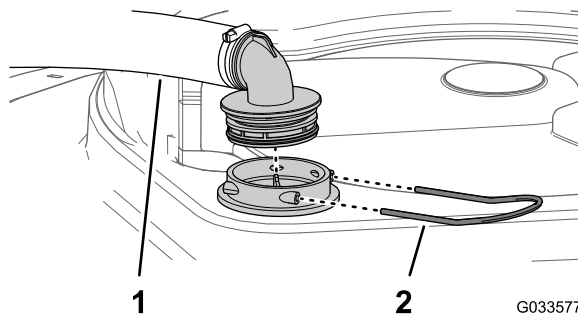

图53
2. 在打药机药缸的顶部，拆下固定从过滤器外壳连接至大软管的软管接头的卡环（图53）。
3. 从过滤器外壳上拆下软管和软管接头（图53）。